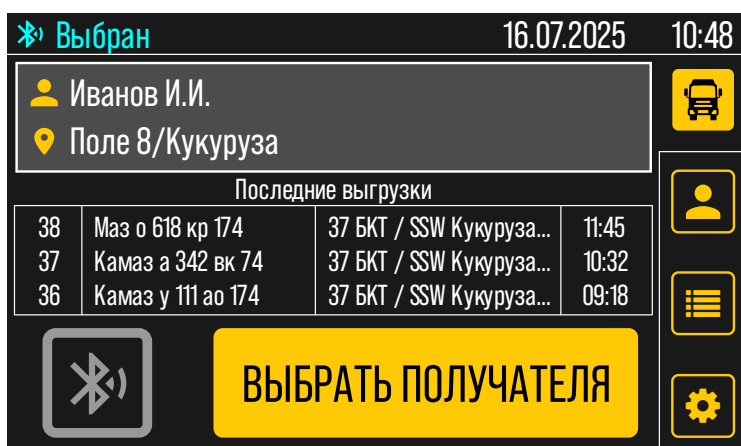

Рис.17. Бункер-перегрузчик выбран в качестве получателя
- Нажмите кнопку  и дождитесь, пока ваш бункер-перегрузчик не будет выбран в качестве получателя (**Рис.17**). Можно отменить предложение своего бункера-перегрузчика в качестве получателя, еще раз нажав кнопку  до того, как бункер-перегрузчик будет выбран.